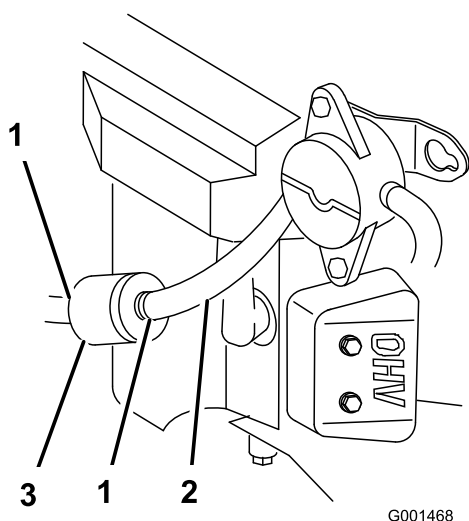

図 50
2. 燃料タンクにごみが入るのを防止するために、キャップ (図 50) の周囲をきれいに拭く。
4. 古いフィルタのクランプをゆるめて脇に寄せる（図 50）。